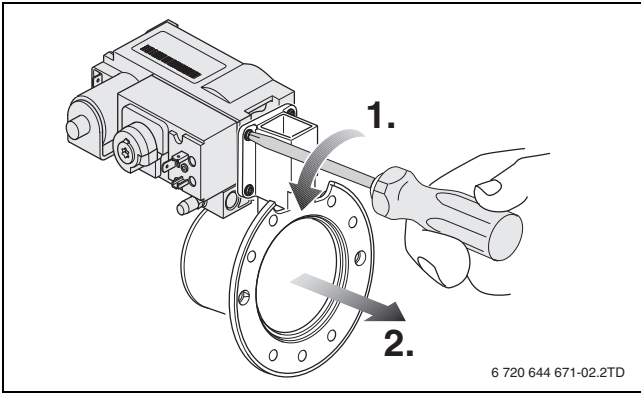

Fig. 14
- ▶ 松开 4 枚螺栓 [1] 并从文氏管 [2] 中取出燃气阀 (→ 图 14, 第 45 页)。